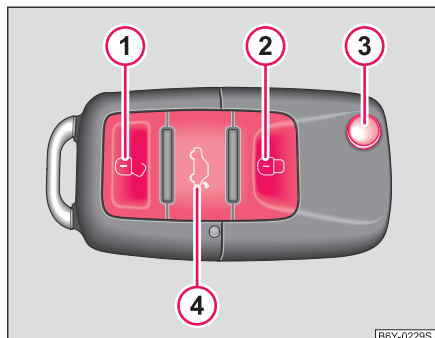

Fig. 26 Cheia telecomandă
- Apăsați tasta ④ cam 1 secundă ⇒ Fig. 26. Mai multe informații găsiți ⇒ Pagina 43.